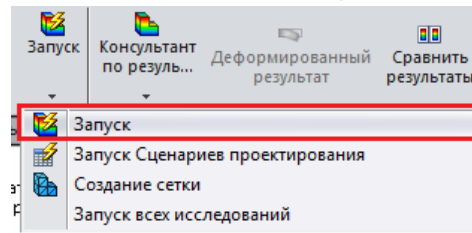

Рисунок 5.19 – Запуск дослідження
8. Запуск дослідження. Для запуску дослідження необхідно натиснути кнопку «Запуск»  на панелі інструментів Simulation (рисунок. 5.19). Після чого починається процес розрахунку по закінченню якого в Дереві дослідження Simulation з'являється папка «Результаты».